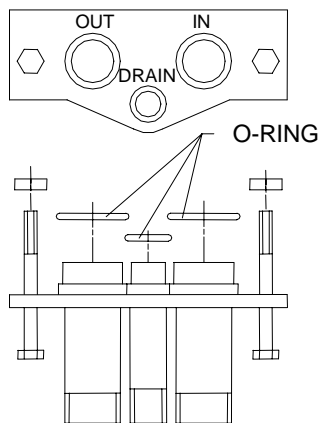

Fig. 2 ANSLUTNINGSNIPPLAR
Fig. 2 anslutningsnipplar	sid 5
2. Montera de 3 anslutningsnipplarna med O-ringar, se fig. 2. Skölj O-ringarna i vatten, montera bakplattan och skruva åt bultarna. De tre nipplarna verkar sitta löst, men de tätar vid vanligt vattentryck. (Packar de inte, har O-ringarna kommit i kläm.)